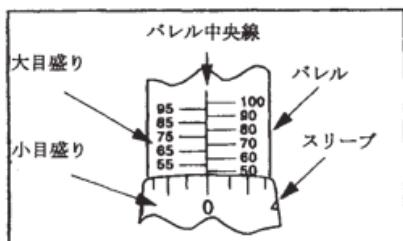
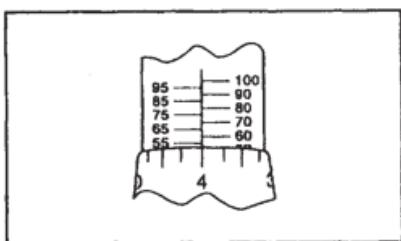

図 2: トルク設定 50 の場合
図 3: トルク設定 54 の場合
- ロックリングを解除した状態で、図2および図3のようにハンドルまたはバレルを回転させて、トルクレンチを希望のトルク値に設定します。